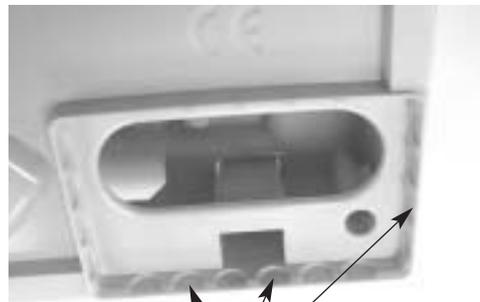

Fig. 4
- Atornillar el tornillo del punto D situado debajo de la central (Fig. 4).